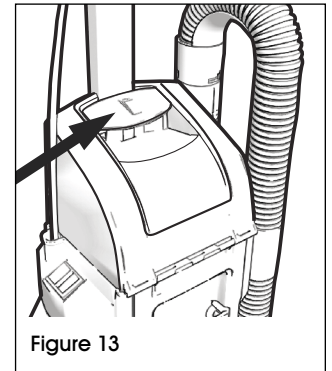

Figure 13
1. Tirez sur le loquet de dégagement situé sur le couvercle du bac à poussière et ouvrez complètement le couvercle pour exposer le sac. (Voir Figure 13)